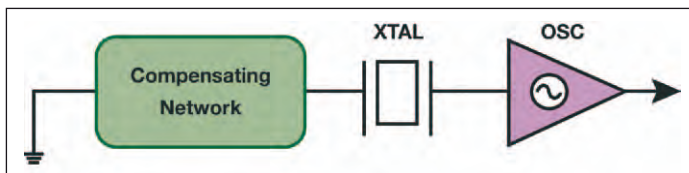

Bild 2: Temperaturkompensierter Quarzoszillator
- TCXO: Temperaturkompensierter Quarz-oszillator (Bild 2)